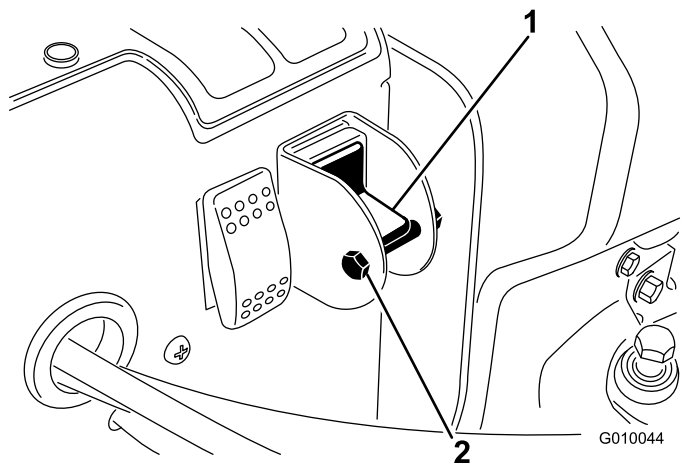

図 30
3. セレクタ・スイッチのロック用ボルトとナットを外す (図 30)。